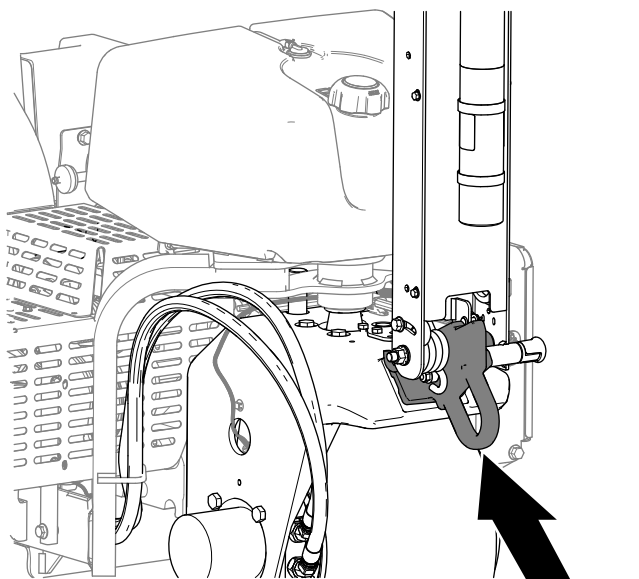

Figura 128
6. Se trainate la macchina, trainatela utilizzando il gancio anteriore (Figura 128).